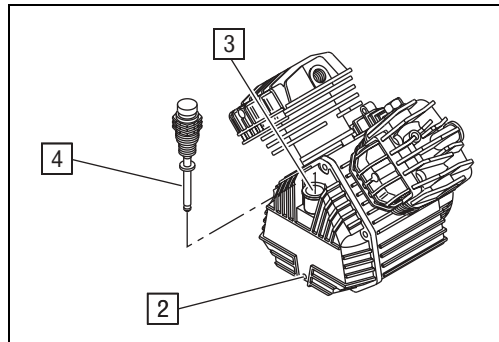

Abb. 4: Kompressoraggregat
- Deckel des Ansaugfilters je nach Ausführung entfernen (siehe Abb. 4: Ansaugfilter).